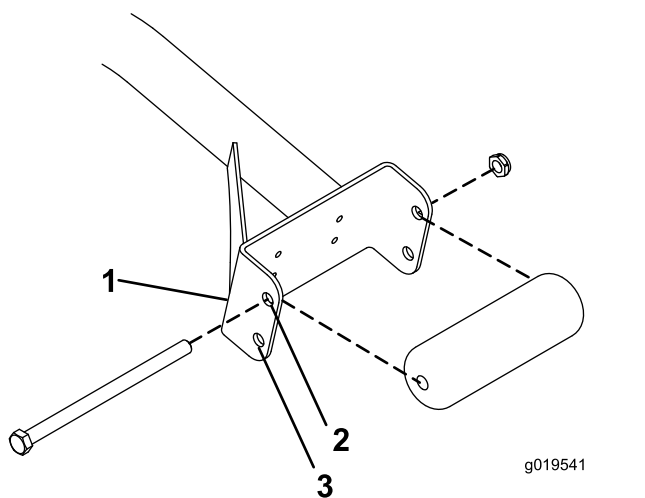

图 3
- 如果使用 685.8mm 滚刀组滚筒将安装在支撑组件槽的上安装孔 (图 3) 中。
- 如果使用 812.8mm 滚刀组滚筒将安装在支撑组件槽的下安装孔 (图 3) 中。